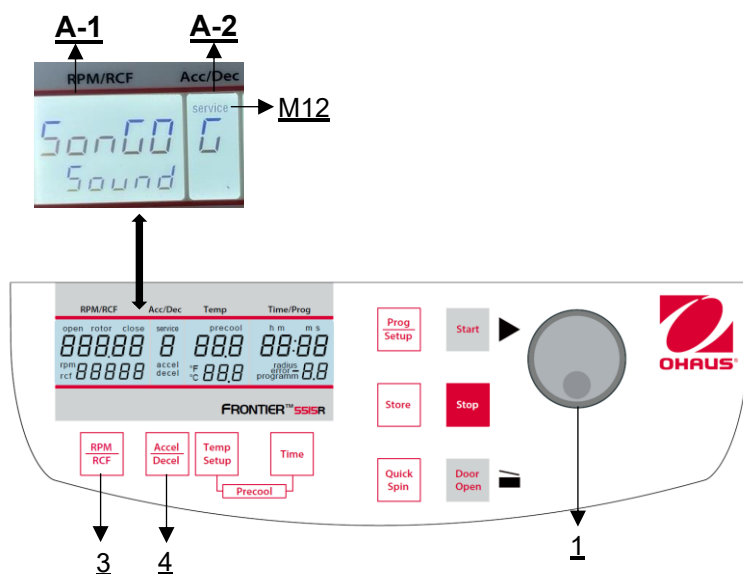

Figura 33
Procedere come descritto al punto 4.1.1 per entrare in questa modalità di programma e poi premere il tasto **"Accel/Decel"** (4). Sul display **"Acc/Dec"** (A-2) lampeggia la parola **"Service"** (M12). Selezionare ora la lettera **"G"** con il bottone di regolazione (1). Nel display **"RPM | RCF"** (A-1) appare la scritta "SonGo/Sound". Dopo aver premuto il tasto **"RPM | RCF"** (3), è possibile selezionare un brano con la manopola di regolazione (1) (vedere **Figura 33**).